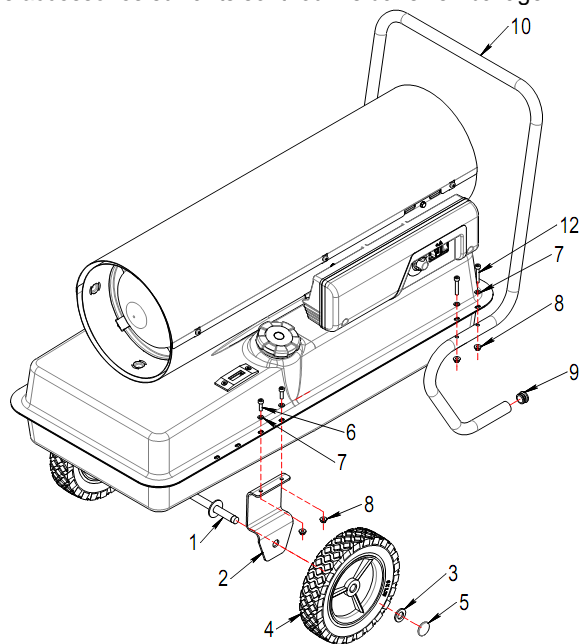

Fig. 2
Pour monter l'appareil, procéder comme suit (voir Fig. 2). Fixer l'une des brides (2) au réservoir à l'aide des vis (6), des rondelles (7) et des écrous (8). Faire coulisser l'essieu (1) à travers la bride fixée (2), fixer l'autre bride (2) et faire coulisser l'essieu à travers l'autre bride. Assembler dans l'ordre: roues (4), rondelles (3) et colliers de fixation (5). Taper délicatement sur les bouchons pour bien les fixer.